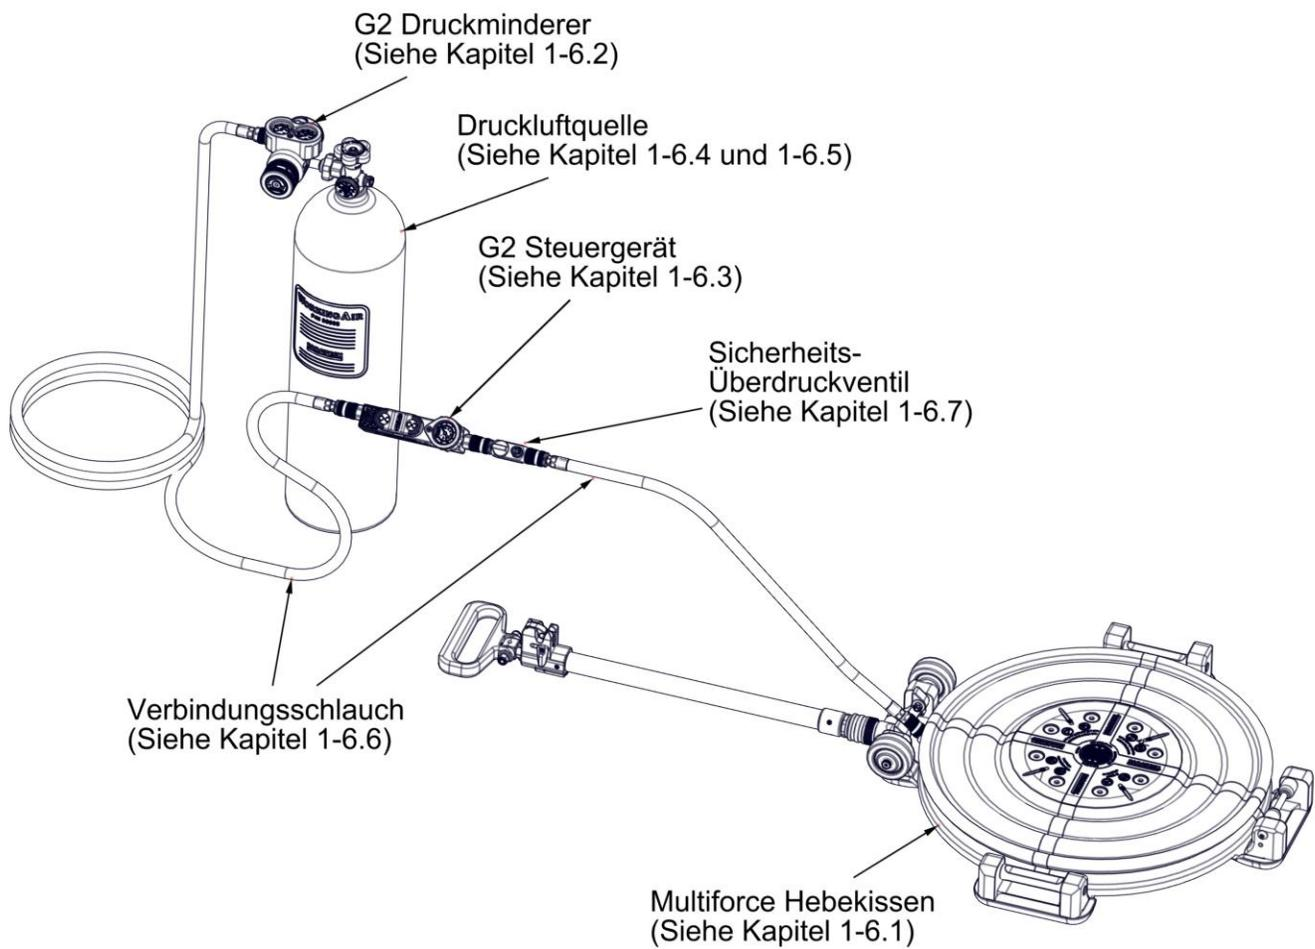

Abbildung 1-1. MULTIFORCE® Lufthebekissensystem
Für den Zusammenhang der sechs Basiskomponenten (Luftquelle, G2 Druckminderer, G2 Steuerung, Inline-Überdruckventil, Verbindungsschlauch und Hebekissen), die das MULTIFORCE® Lufthebekissensystems umfasst und ihre relative Größe, siehe Abbildung 1-1.
**Für weitere Erklärungen zu den Komponenten lesen Sie bitte die unter den Komponenten in Abbildung 1-1 angegebenen Kapitel. Lesen**